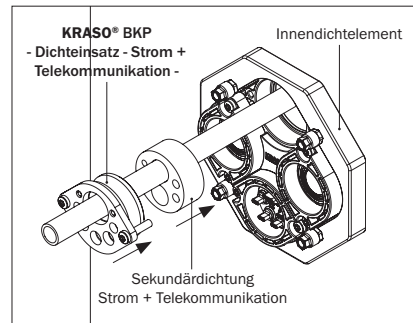

Abbildung 14.4: **KRASO® BKP - Dichteinsatz - Strom + Telekommunikation** - und Sekundärdichtung Strom + Telekommunikation
- Schieben Sie den **KRASO® BKP - Dichteinsatz - Strom + Telekommunikation** - mit der Gummidichtung voraus über die Medienleitung(-en) bis in das Innendichtelement des **KRASO® Bauherren-Komfortpakets - Wand**. Beachten Sie, dass die Schraublöcher am Dichteinsatz und die Kernlöcher im Innendichtelement übereinander liegen (s. Abbildung 14.4).